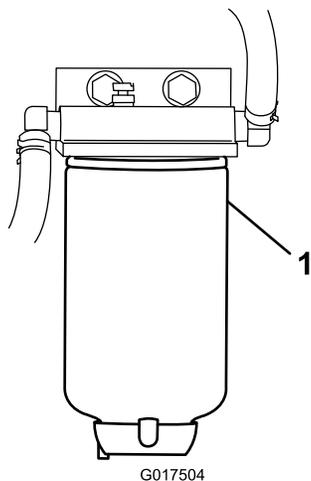

Рисунок 32
4. Отверните топливный фильтр с кронштейна (Рисунок 32).